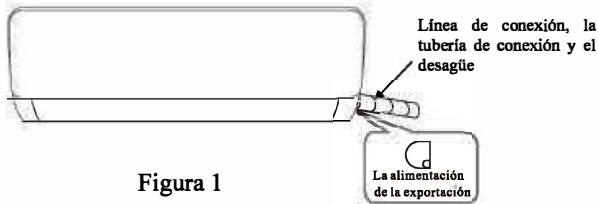
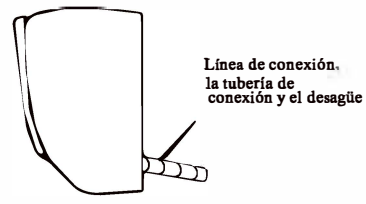

Figura 1
Figura 2
- De acuerdo con la posición relativa del cuerpo de la máquina, pueden elegir que la línea de tubería sale desde izquierda hasta derecha (figura 1) o sale verticalmente detrás del cuerpo de la máquina (figura 2) (la forma concreta de la tubería de salida necesita determinarse de acuerdo con la longitud de tubería de la máquina). La tubería de salida desde izquierda hasta derecha se necesita cotar la alimentación de la exportación correspondiente.